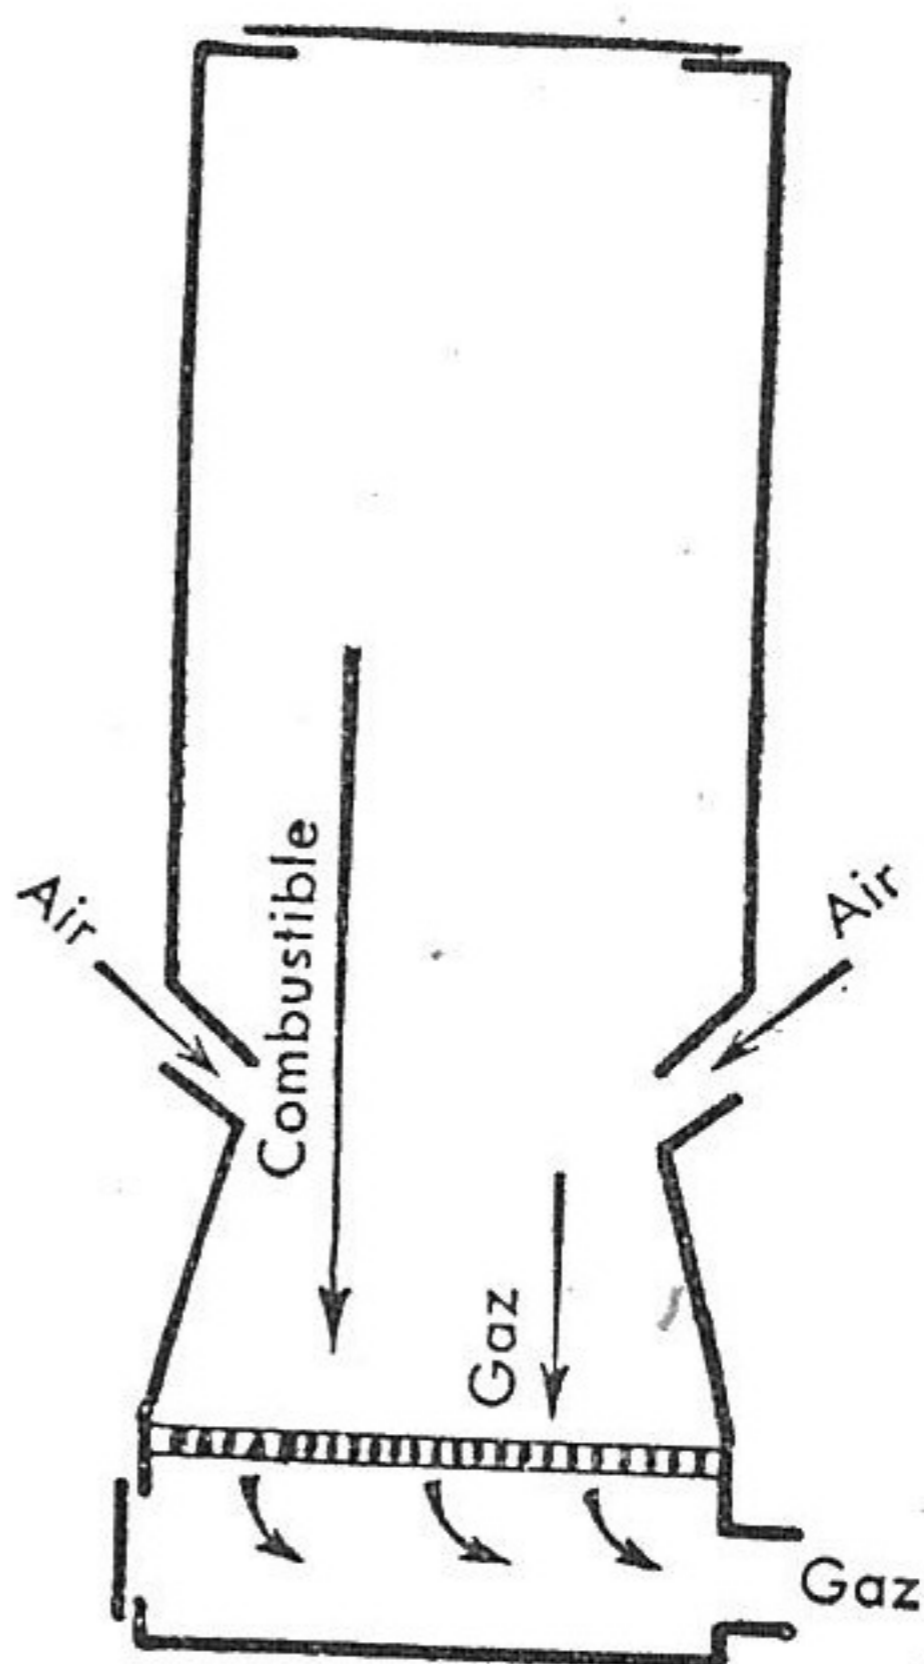

FIG. 8. — Tirage inversé.
43. TIRAGE INVERSÉ. — Le tirage est dit inversé lorsque l'air arrive, comme le combustible, au-dessus de la grille : gaz et combustible circulent donc tous deux dans le même sens, vers le bas, et les produits de distillation, ainsi que la vapeur d'eau, traversent toute la zone de charbons incandescents (fig. 8).